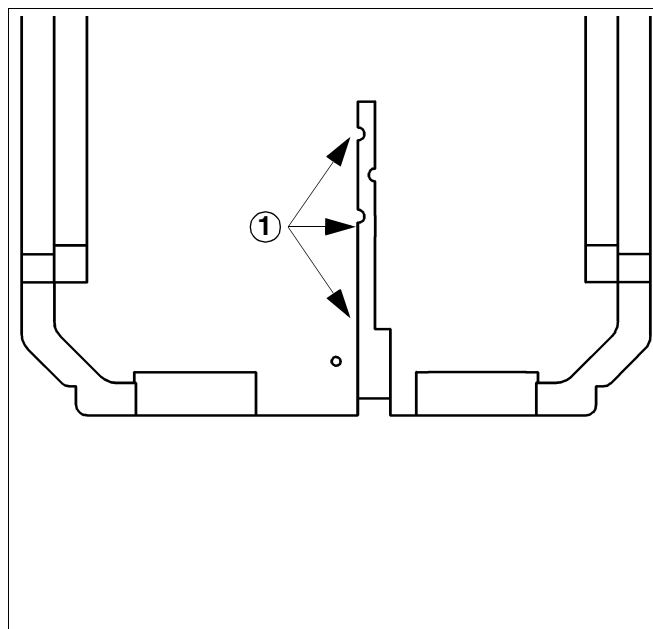

Abb. 13 Hintere Wärmedämmschale
- Die elektrischen Leitungen in die Kabelführung (Abb. 13, Pos. 1) der hinteren Wärmedämmschalen einlegen und nach hinten wegführen.